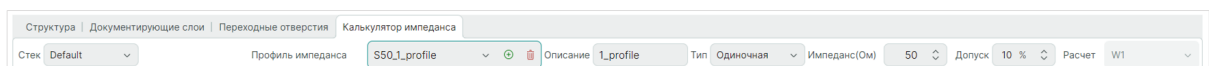

Рис. 39 Область выбора и настройки параметров профиля импедансов
2. В верхней области вкладки внесите необходимые настройки, см. Рис. 39: